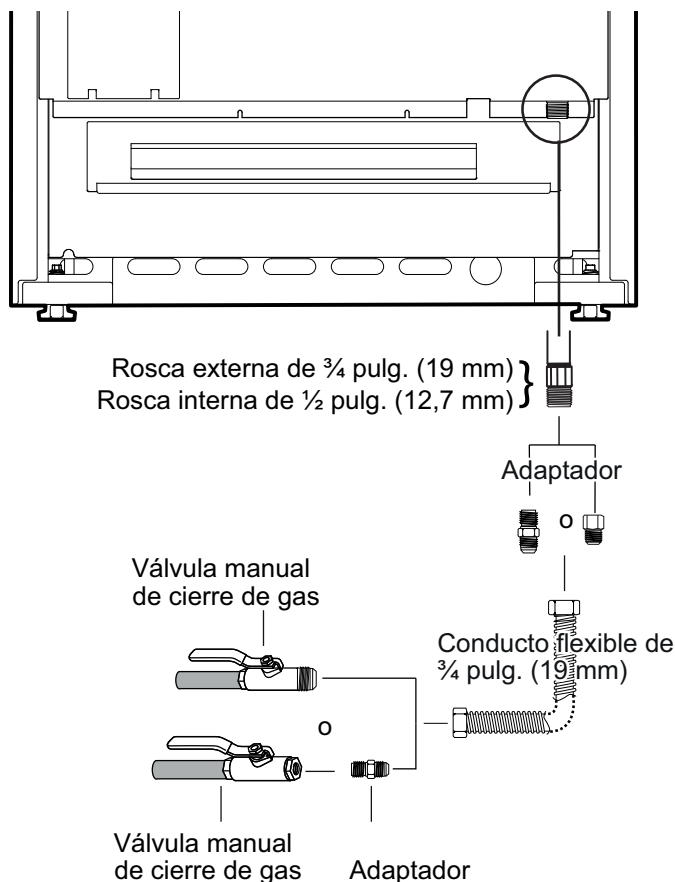

Figura 8: Conexión al suministro de gas
2. Utilice una línea flexible de  $\frac{3}{4}$  pulg. entre el suministro de gas y la línea de suministro del aparato. La línea de suministro de gas está ubicada en la parte inferior derecha de todas las estufas. (Figura 8). La línea de suministro de gas del aparato es de tipo NPT  $\frac{1}{2}$  pulg.